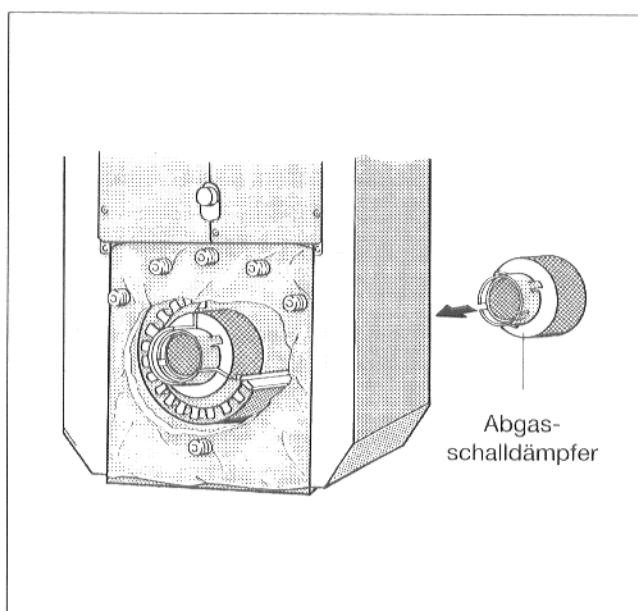

Abb. 26
- Abgasschalldämpfer vom Brennraum aus in den Abgasstutzen einlegen (Abb. 26).